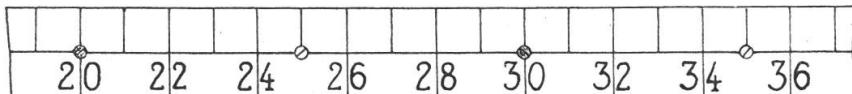

Abb. 2. Teilung der Flury'schen Meßkluppe
2. Fall, Fig. 2. Handelt es sich um einen schweren Stamm oder ist der Stamm hangaufwärts zu ziehen, so werden zwei Rollen (Flaschenzugwirkung) verwendet: die eine Rolle R₁ am Bindeseil des Stammes B und die andere R₂ am zu schleifenden Stamm.
Die Konstruktion der Kluppe ist im übrigen gleich geblieben. Das trapezförmige Lineal aus Birnbaumholz ist mit starken Messingstrennen eingefasst. Die Teilung ist außerordentlich deutlich auf einer weißen Zelluloidplatte angebracht; die von 5 zu 5 cm mit Schrauben am Lineal befestigt ist. Die Zahlen sind so gestellt, daß bei der in der Praxis üblichen Abrundung auf gerade Zentimeter ($31,9 = 30$ cm) Ablesungsfehler möglichst vermieden werden. (Abb. 2.)